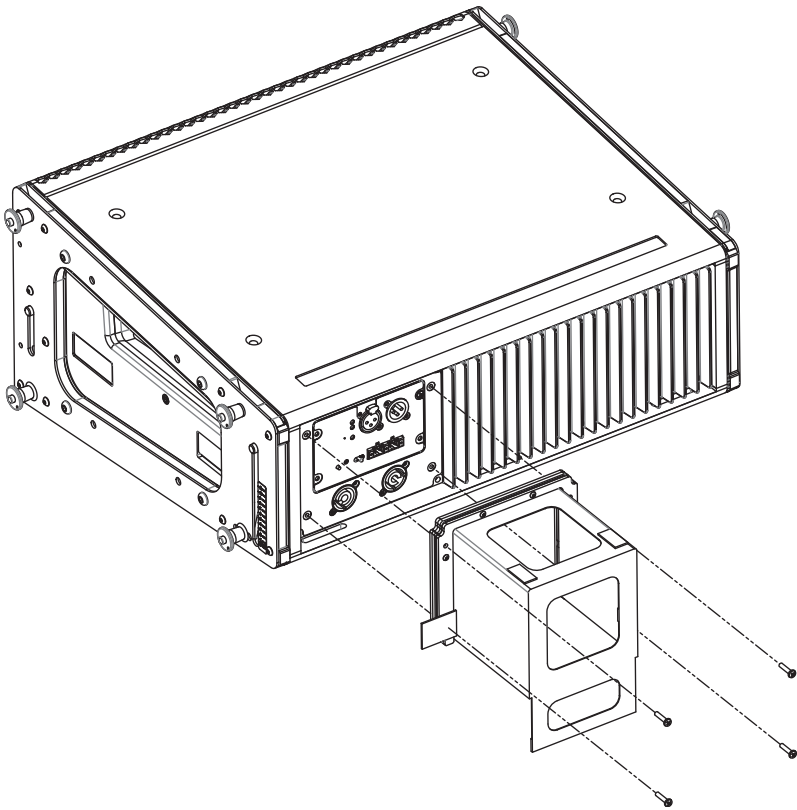

図47: 折りたたみ式のレインフードを装着したLINA
LINAの折りたたみ式レインフードは、出荷時に本体に取り付けられています。4本のネジでフレームが固定されています(図47)。
**注意:** レインフードを取り付けた場合、スピーカーの適切な向きは1つに限定されます。図47をご参照ください。